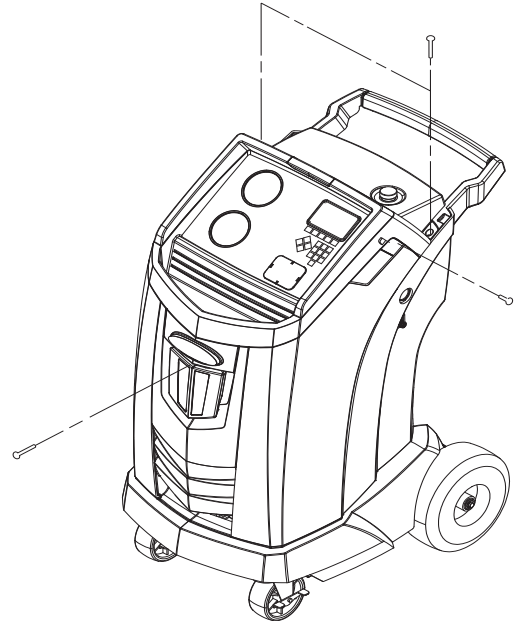

Figura 8
Apague la máquina. Retire la botella de aceite. Retire los cuatro tornillos que sujetan la cubierta. Consulte Figura 8.
6. Instale el nuevo filtro enroscándolo hacia la derecha. Verifique que el filtro esté colocado correctamente, como se muestra en la Figura 8. Apriete el filtro a 20 Nm.
2. Retire los cuatro tornillos que sujetan la cubierta. Consulte la Figura 8.